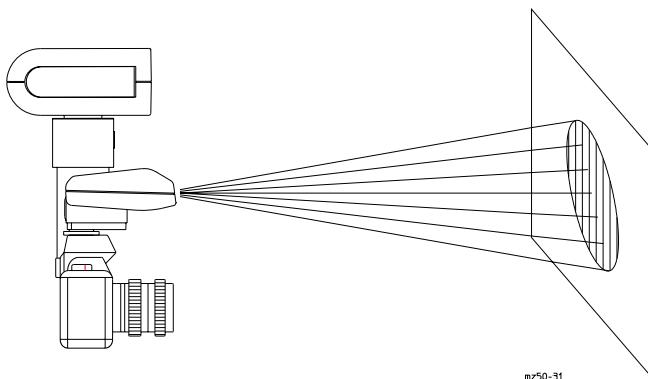

Bild 21: Der AF-Meßblitz
Bei schwachem Licht oder geringem Motivkontrast wird der integrierte AF-Meßblitz (3) automatisch aktiviert, sobald der Auslöser oder eine andere sensorische Steuerung der Kamera aktiviert wird. Die ausgesandten Meßblitze werden auf das Objekt projiziert (Bild 21). Das Autofocus-System der Kamera nutzt das vom Objekt reflektierte Licht zur Schärfemessung und Scharfeinstellung. Die Reichweite des AF-Meßblitzes (3) bei einem Objektiv 1:1,7 / 50 mm beträgt ca. 9 m.